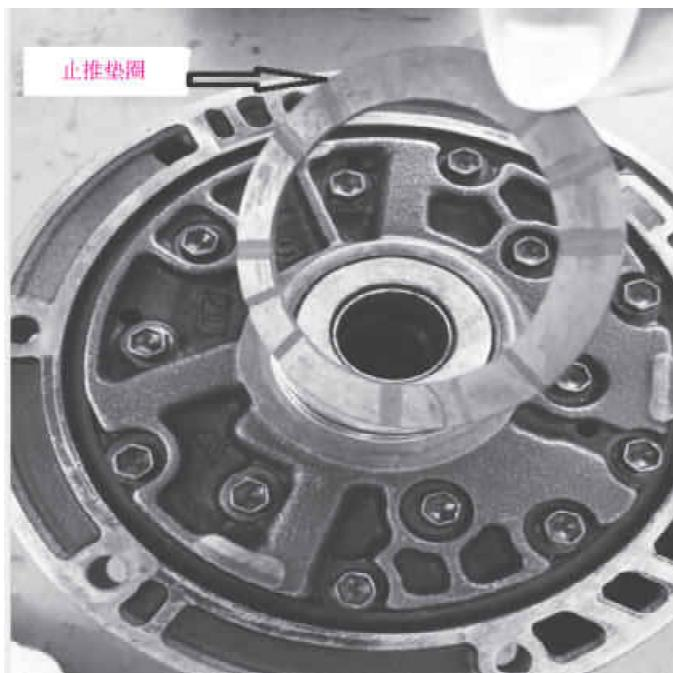

图 3-8 拆下导轮离合器的止推垫圈
(2) 从油泵总成上拆下导轮离合器的止推垫圈,如图 3-8 所示